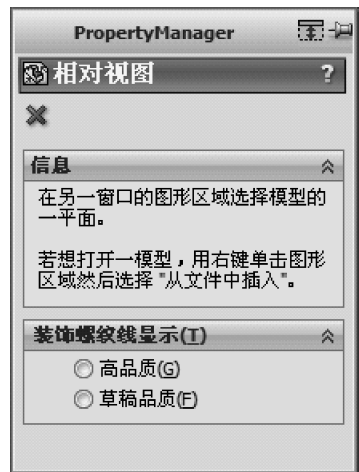

图 13-25 相对视图
- 1) 单击【插入】|【工程图视图】|【相对于模型】，弹出相对视图对话框，如图 13-25 所示。